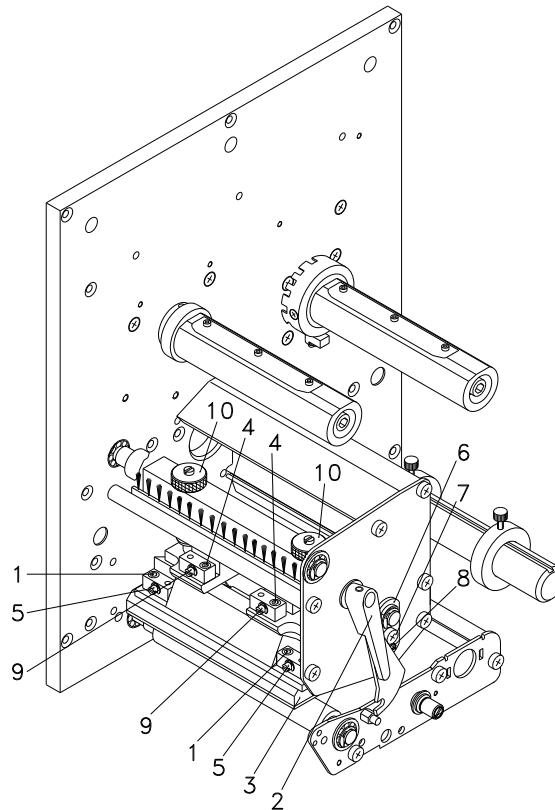

Abbildung 29
1. Schrauben (1 oder 4, Abbildung 29) mit einem Innensechskantschlüssel ca. $\frac{1}{4}$ Umdrehung lösen.
2. Parallelität mit den Stellschrauben (5 oder 9, Abbildung 29) einstellen.
4. Schrauben (1 oder 4, Abbildung 29) wieder anziehen.
1. Schraube (7, Abbildung 29) ca. $\frac{1}{4}$ Umdrehung lösen.
2. Exzenterbolzen (8, Abbildung 29) drehen, um einen Druckausgleich zu schaffen und solange nachstellen, bis ein gleichmäßiges Druckbild vorliegt.
3. Schraube (7, Abbildung 29) wieder anziehen.
1. Andruckschrauben (10, Abbildung 29) drehen, um den Druckkopfandruck zu verändern.
2. Drehen der Andruckschrauben (10, Abbildung 29) bis an den Anschlag im Uhrzeigersinn ergibt eine Andruckerhöhung von 10N gegenüber der Werkseinstellung.
3. Drehen der Andruckschrauben (10, Abbildung 29) genau eine Umdrehung vom Rechtsanschlag gegen den Uhrzeigersinn, ergibt die Werkseinstellung.